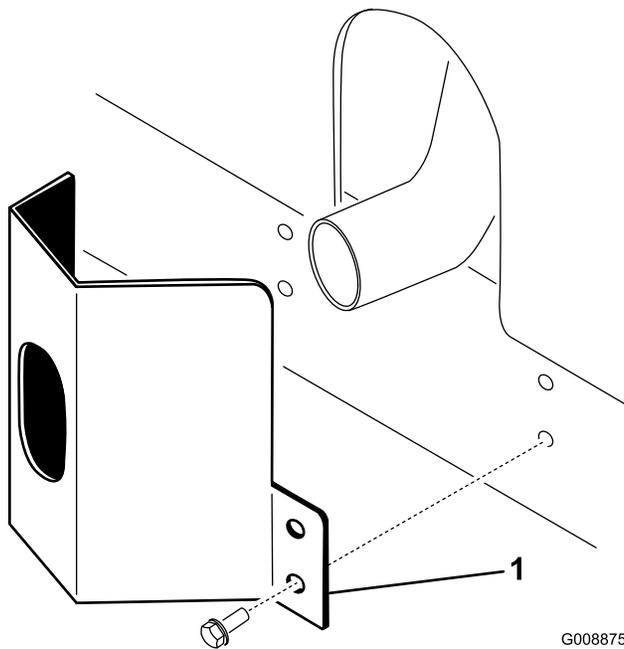

图 36
1. 将排气护罩放到消声器旁边同时将安装孔与机架中的孔对齐 图 36。
2. 用 4 个自攻螺丝将排气护罩固定到机架上 图 36。